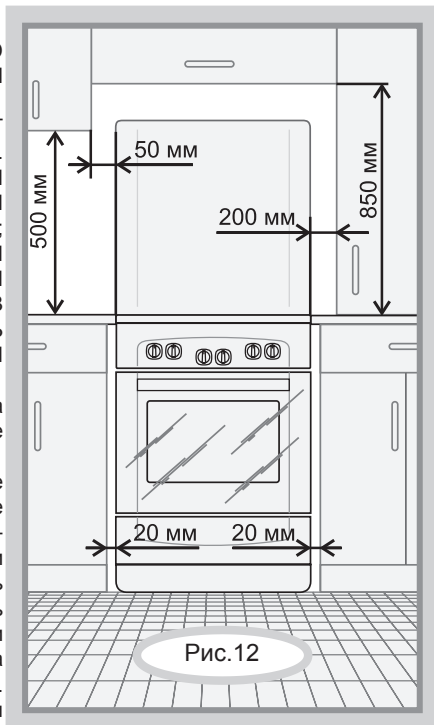

Рис.12
- Минимальные расстояния, которые необходимо выдержать при установке плиты, показаны на рис.12. Задняя стенка плиты должна отстоять от поверхности стены не менее чем на 50 мм. Уровень варочной поверхности плиты должен быть не ниже уровня столешницы. Торцы мебели на уровне варочной поверхности стола защитить металлическими накладками. Кухонные полотенца, шторы и т.п. должны находиться на безопасном расстоянии, исключающем их воспламенение.